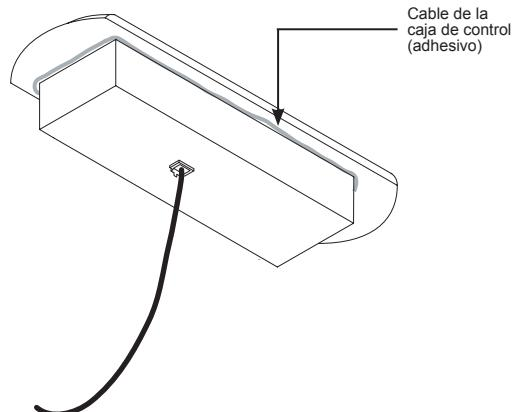

Figura 6. Aplicación del adhesivo
- 2 Aplique una pequeña cantidad de adhesivo alrededor de la base del panel de control (Figura 6).